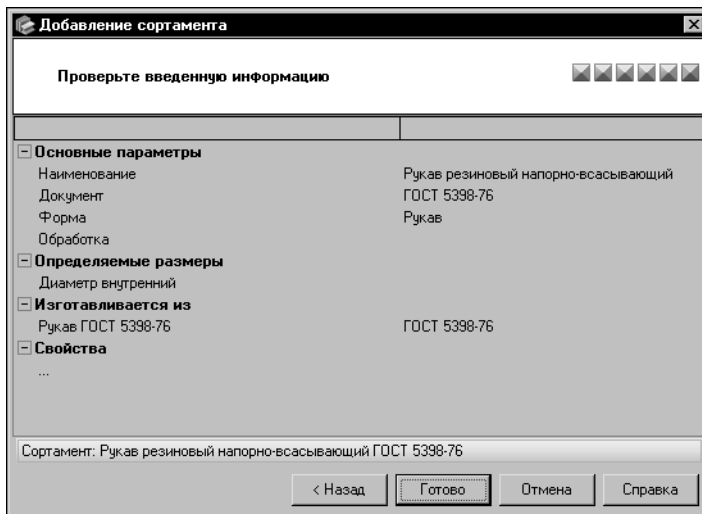

Рис. 6.45. Мастер добавления сортамента: шаг 6
8.В окне шестого шага мастера (рис. 6.45) проверьте правильность введенных сведений.